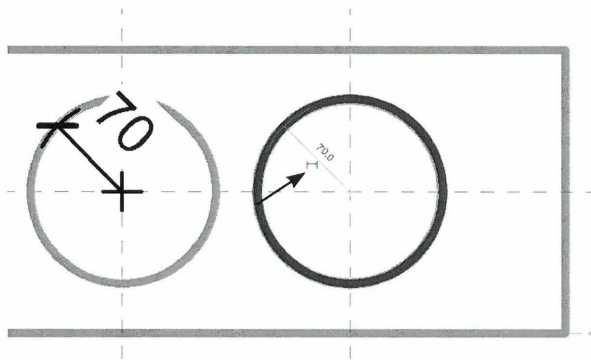

Fig. 09.12. Sæt mål på cirklernes radius.
- Sæt mål på, ved at markere en cirkel og klikke på det lille ikon der kommer under den midlertidige målsætning (Fig. 09.12).